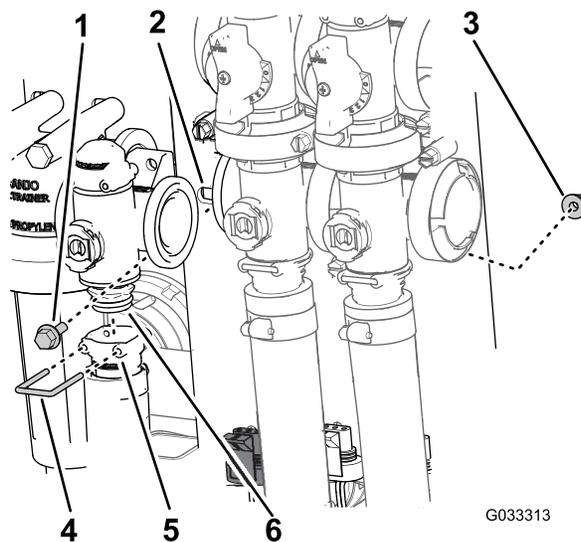

Рисунок 63
2. Снимите держатель, который крепит выпускной штуцер к коллектору клапана управления нормой внесения (Рисунок 63).
3. Удалите два болта с фланцевыми головками и две фланцевые контргайки, которые крепят клапан управления интенсивностью опрыскивания, и снимите коллектор клапана с машины (Рисунок 63).